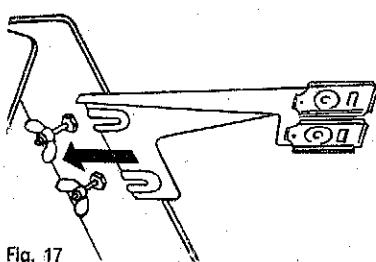

Fig. 17
**Coloque el soporte de las cuñas** insertándolo en la parte inferior de la cama trasera asegurándolo con las dos tuercas mariposas. Fig. 17